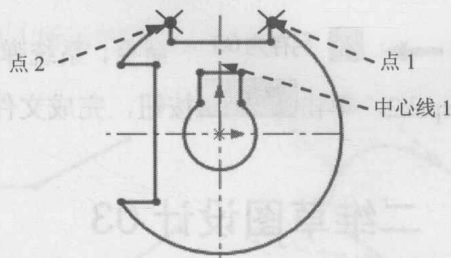

图 1.2.7 添加对称约束
Step6. 添加对称约束。添加点 1、点 2 与中心线 1 的对称约束；采用同样的方法添加其他对称约束，如图 1.2.7 所示。